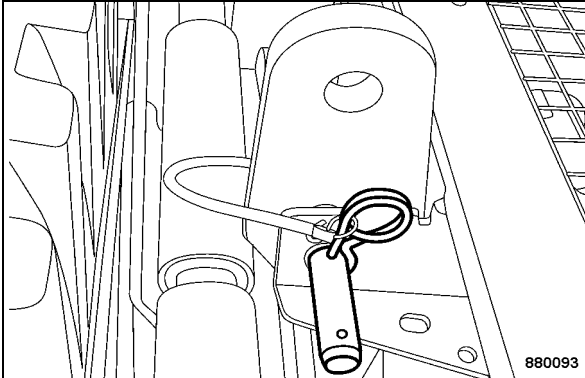

Fig. 94
**S'assurer que l'épandeur est correctement éliminé au dispositif de levage avant de retirer les axes (Fig. 94).**